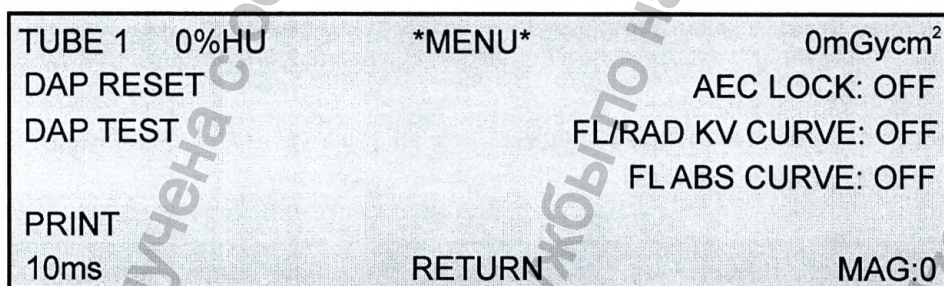
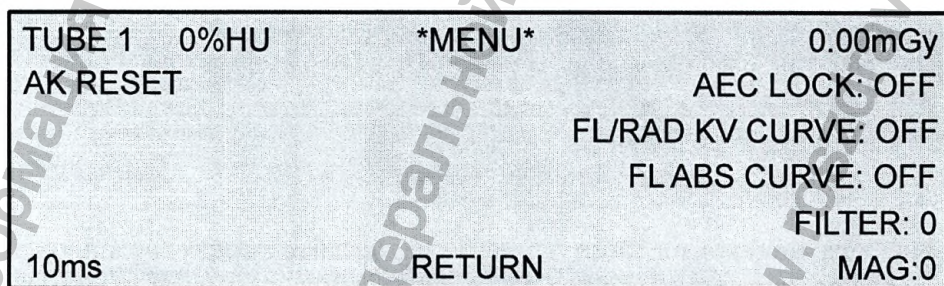

Рисунок 4.13 – МЕНЮ с активированным DAP
Рисунок 4.14 – МЕНЮ с активированной АК
- Нажмите кнопку , когда на главном экране APR отображается МЕНЮ. Отобразится меню, аналогичное нижеприведённым рисункам (см. Рисунок 4.13, Рисунок 4.14). Функция МЕНЮ будет доступна, только если активированы DAP или АК, или если выбран цифровой приёмник, или приёмник с возможностью рентгеноскопии.